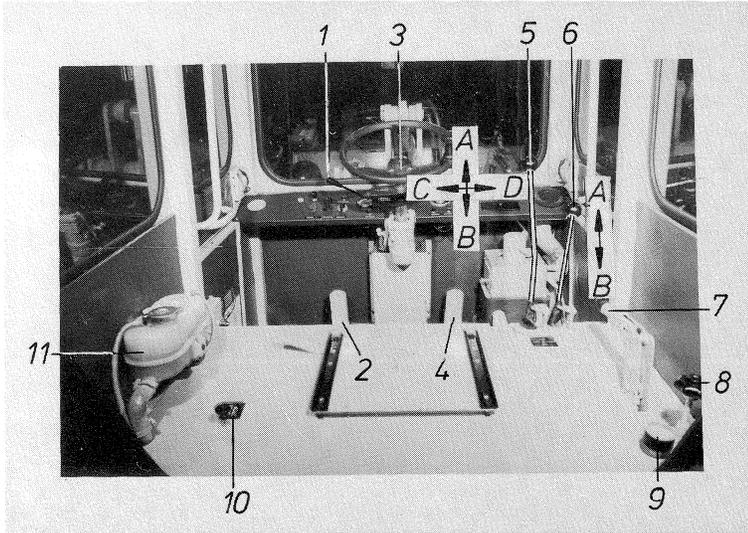

Bild 16
Alle Bewegungen des Schaufelarmes und der Schaufel werden vom Fahrersitz aus über einen Handhebel (Bild 16/5) gesteuert. Der Handhebel ist über ein Gestänge mit dem Steuerventil direkt verbunden und ermöglicht so eine stufenlose Steuerbarkeit von sehr langsam bis volle Geschwindigkeit.
Armaturenbrett und im Fahrerhaus (Bild 16 und 17)**
- Handhebel (Bild 16/5) in Richtung A - Schaufelarm senken
- Handhebel (Bild 16/5) in Richtung B - Schaufelarm heben
- Handhebel (Bild 16/5) in Richtung C - Schaufel ankippen
- Handhebel (Bild 16/5) in Richtung D - Schaufel auskippen
- Handhebel (Bild 16/6) in Richtung A - Schaufel öffnen
- Handhebel (Bild 16/6) in Richtung B - Schaufel schließen
- Handhebel (Bild 16/5) in Richtung C - Zinken kippen
- Handhebel (Bild 16/5) in Richtung D - Zinken ankippen
- Handhebel (Bild 16/5) in Richtung C - Hubgerüst kippen
- Handhebel (Bild 16/5) in Richtung D - Hubgerüst ankippen
- Handhebel (Bild 16/6) in Richtung A - Zinken senken
- Handhebel (Bild 16/6) in Richtung B - Zinken heben
Wird der Lader-Bagger bei Arbeiten mit einem Anbaugerät nicht ständig verfahren, so ist während des Arbeitens die Feststellbremse (Bild 16/7) anzuziehen.